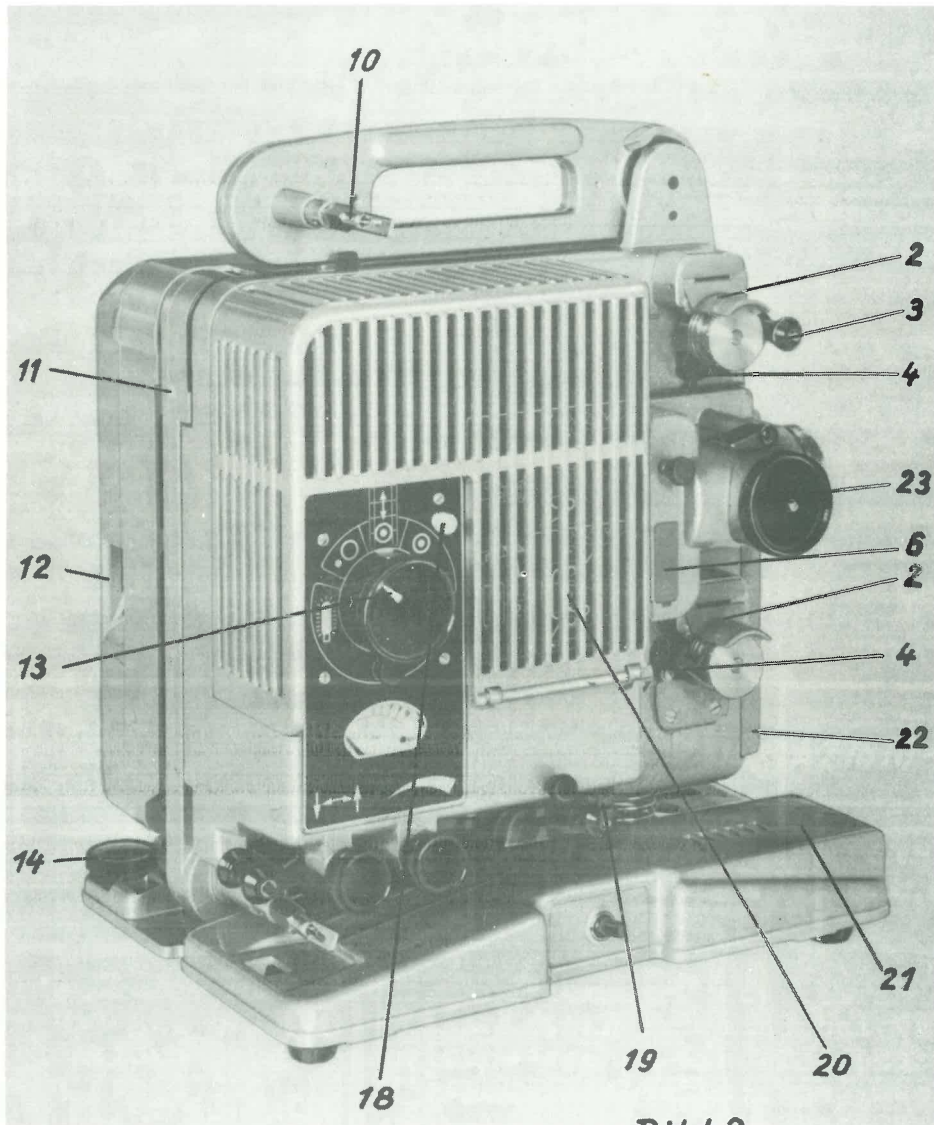

Bild 2
- 2.2.1. Die Andruckrollenhalter an den Zahntrommeln (1, Bild 1) wurden durch abklappbare Andruckhebel aus Ultramid (Nylon) ersetzt (2, Bild 2). Die Andruckhebel sind bei Wartung bzw. Anbau eines Einstreifenlaufwerkes leichter einzustellen, da sie einen definierten Abstand zur Zahntrommel haben. Sie können bei fehlerhafter, zu dicker Klebestelle ausweichen, ohne den Film zu beschädigen.
- 2.2.2. Die Filmzugbeanspruchung wird von den Umlenkrollen (3, Bild 2) übernommen.
- 2.2.3. Um ein Aufwickeln des Filmes auf die Zahntrommeln zu verhindern, wurden Abstreifer (4, Bild 2) eingeführt, die unter den Film greifen und ihn bei Filmriß von der Zahntrommel abheben.
- 4.3.1. Zum Umspulen ist es nicht mehr erforderlich den Objektivträger durch Öffnen des Filmkanals in die vordere Stellung zu bringen (Pfeilrichtung A in Bild 1). Es genügt bei der Ausführung nach Bild 2 den hinteren Spulenarm in seine obere Raststellung zu bringen (s.Bedienungsanleitung). In dieser Stellung ist der Spulenarm vom Getriebe getrennt.